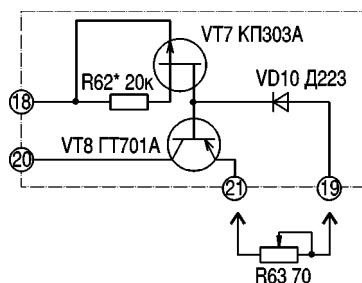

рис.7
**Генератор стабильного тока (ГСТ) (рис.7).** Требования к ГСТ весьма жесткие. Он должен работать в диапазоне напряжений от 1 до 18 В и стабилизировать токи до 100 мА. Поэтому выбрана простейшая схема с минимальным количеством р-п-переходов [3, рис.46], причем
боты в требуемом диапазоне напряжения мне не удалось. Ток заряда (разряда) можно устанавливать резистором R 63 и контролировать миллиамперметром (рис.7).